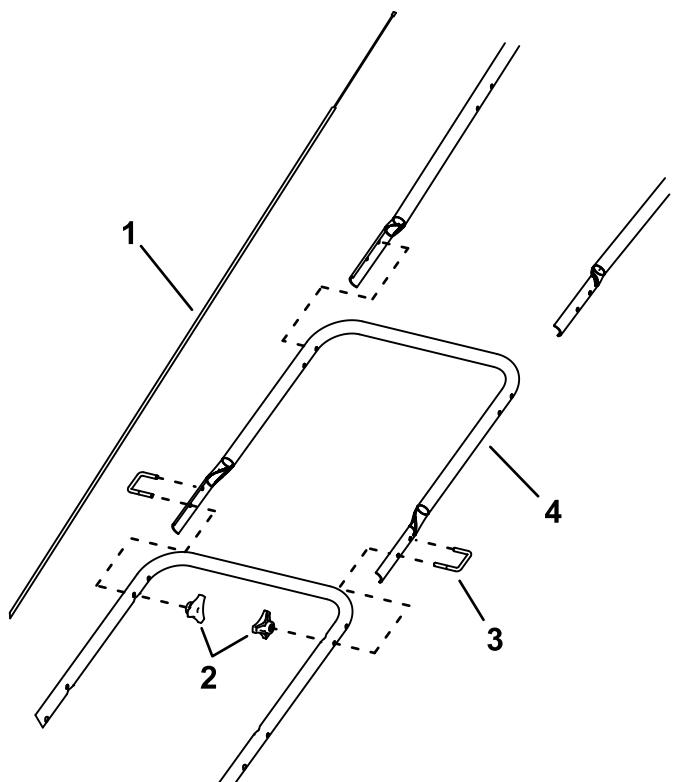

Bild 4
6. Befestigen Sie die Führungsholmverlängerung mit den beiden beiliegenden Handrädern und den beiden U-Bügeln am unteren Führungsholm (**Bild 4**).